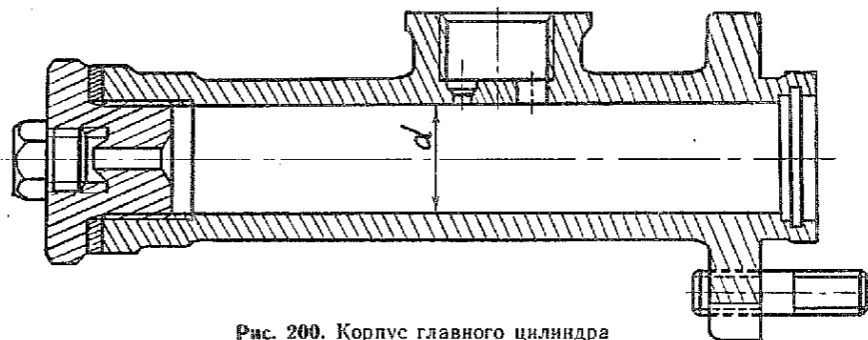

Рис. 200. Корпус главного цилиндра
2.1. Корпус главного цилиндра (рис. 200)